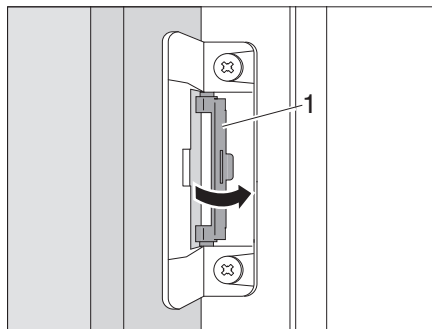

Fig. 336 Girar el bloqueo de vuelta a la posición inicial
**Sacar la posición de ventilación:** ■ Girar el bloqueo (Fig. 336,1) de vuelta a la posición inicial.